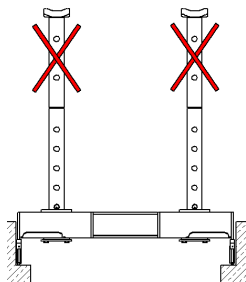

Abb. 20
- *Abstützrohre und Distanzstücke dürfen nicht gestapelt werden. Kippgefahr! → Abb. 20; Abb. 17*